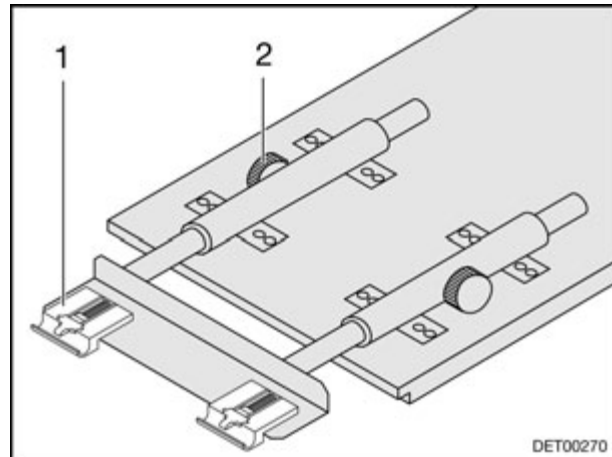

Fig. 57 Aumento de la mesa colgante
- Aflojar los tornillos moleteados (Fig. 57,2).
- Extraer la prolongación de la mesa (Fig. 57,1).
- Introducir la prolongación de la mesa (Fig. 57,1) y bloquearla con los tornillos moleteados.